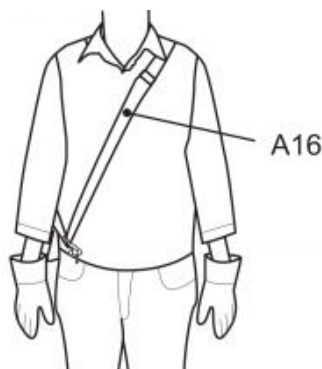

Fig. 33
2. Legen Sie den Gurt (A16) so an, dass er über die linke Schulter verläuft und Brust und Rücken kreuzt. Der Befestigungsclip (A18) muss sich an der rechten Hüfte befinden (Abb. 33).